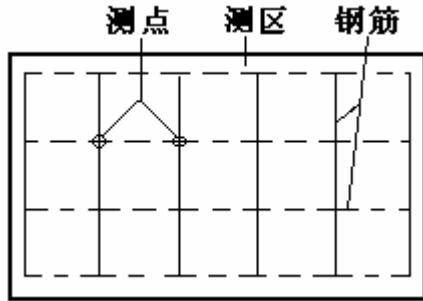
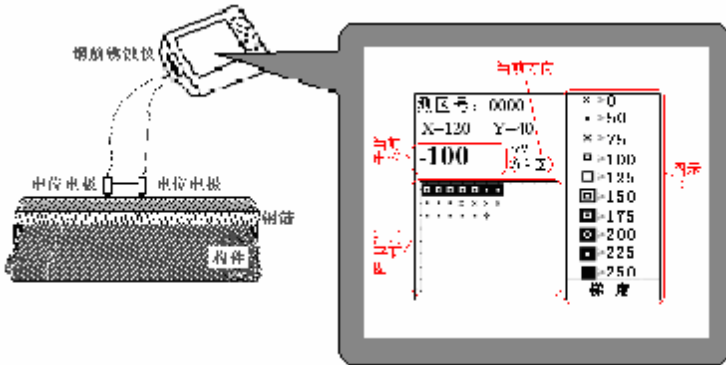

图 2.2 测区和测点布置
图 3.6 钢筋锈蚀仪梯度测试方式示意
- 1、先找到钢筋并用粉笔标出位置与走向，钢筋的交叉点即为测点(如图 2.2 所示)；
梯度测试无需将混凝土凿开，用连接杆连接两个电位电极，测区和测点布置同图 2.2。点距建议采用 20cm。锈蚀仪连接见图 3.6。除测试类型改为梯度测试(如图 3.7 所示)，其它同电位测试。